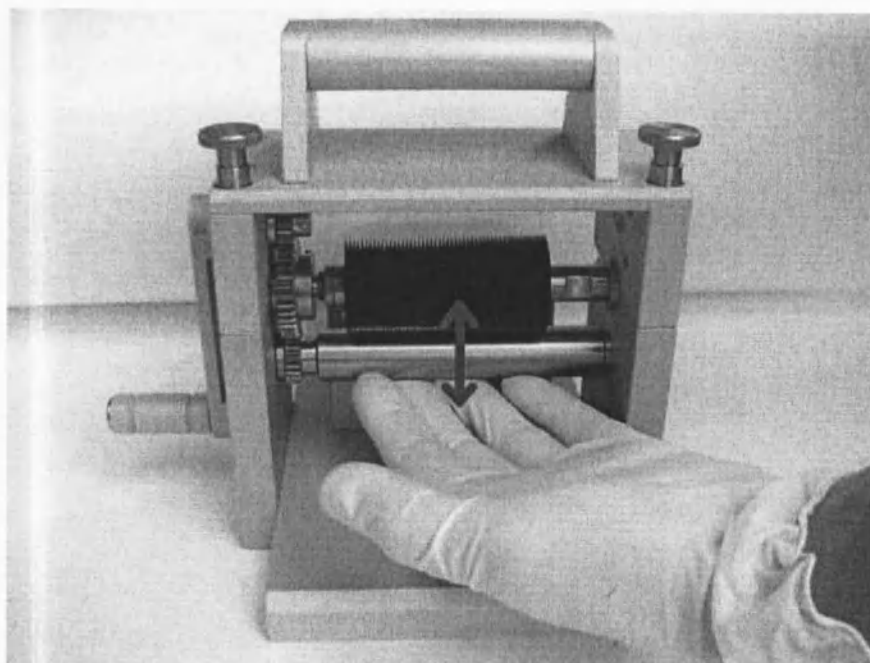

Рис. 11. Проверка регулировки перфоратора
- Поставьте перфоратор на стол задней стороной к себе и приподнимитедвигающий вал рукой, как показано на рис. 11.